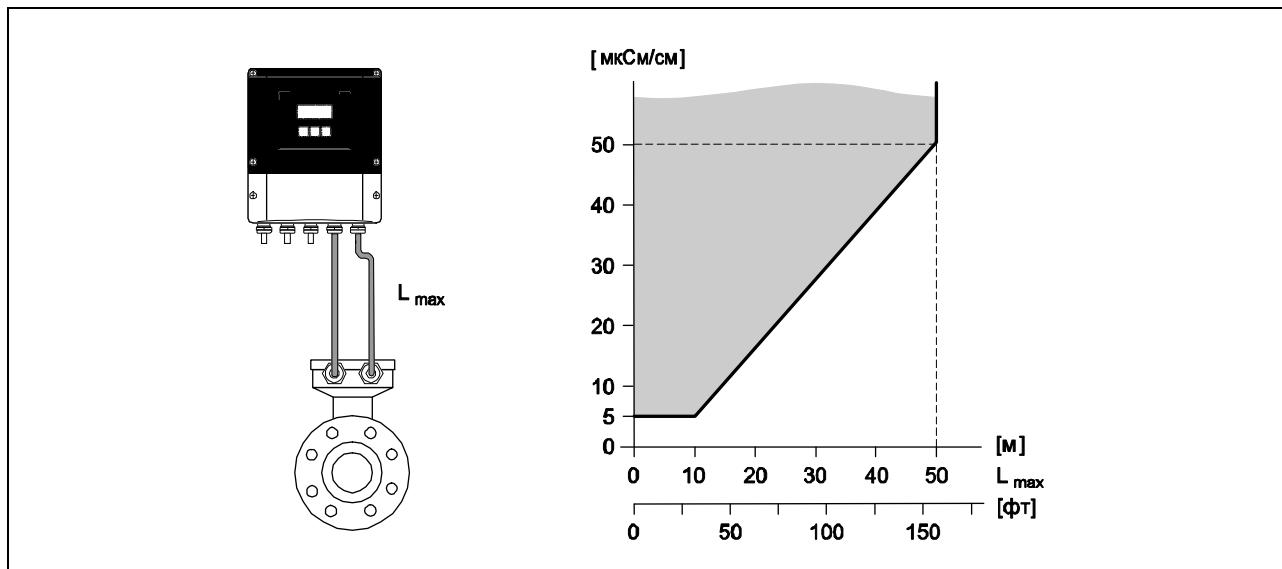

Рис. 16: Допустимая длина соединительного кабеля в зависимости от проводимости среды для варианта раздельного исполнения
- Допустимая длина кабеля L_{max} зависит от проводимости среды (Рис. 16)